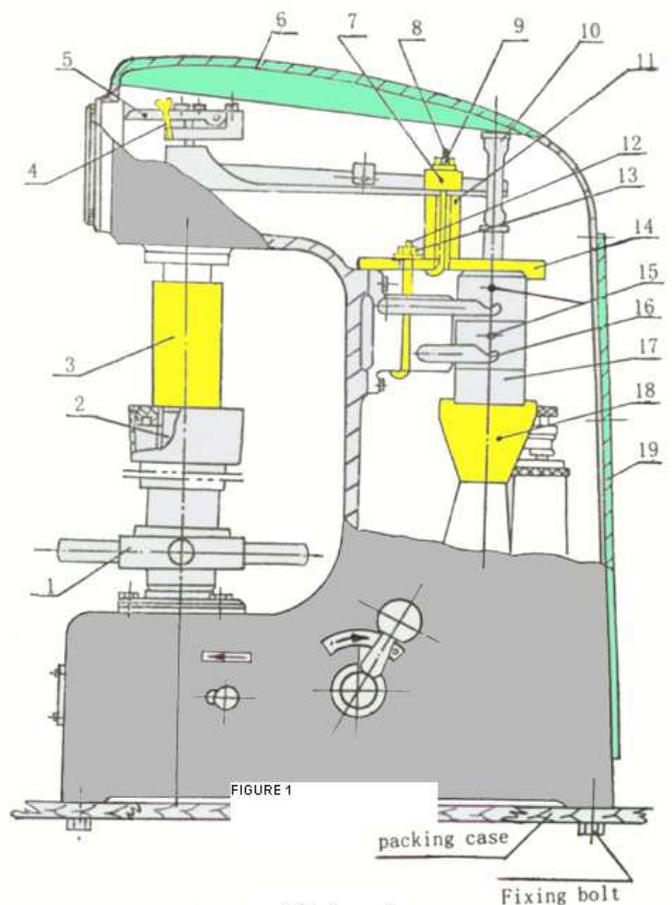

Figure 1
- D. Ouvrez le capot et la protection arrière (Pièce n° 6, 19) repérés en vert sur la **Figure 1**.
E. Retirez toutes les pièces repérées en jaune sur la **Figure 1**, nom des pièces et nomenclature ci-dessous :
F. Positionnez les deux blocs de poids cylindriques (Pièce n° 15) dans le crochet (Pièce n° 16 dans la **Figure 1**).
Ouvrez le capot comme indiqué à la **Figure 1** et vous trouverez la pièce n° 5 à la **Figure 1**, la plateforme du petit niveau comme indiqué à la **Figure 7**. Ensuite, ajustez les vis sur le petit niveau conformément aux instructions suivantes.